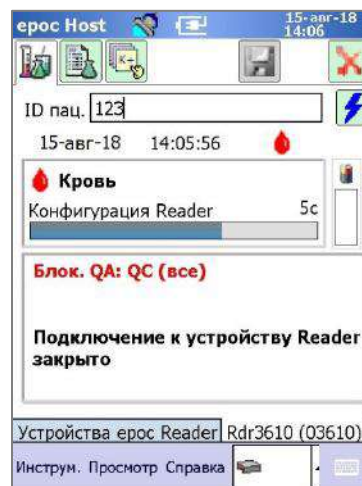

Рис. 42.
- o При выборе варианта **Нет** система будет заблокирована (рис. 42) и процедуры анализа крови будут недоступны до тех пор, пока не будут соблюдены условия, установленные для графиков QA.